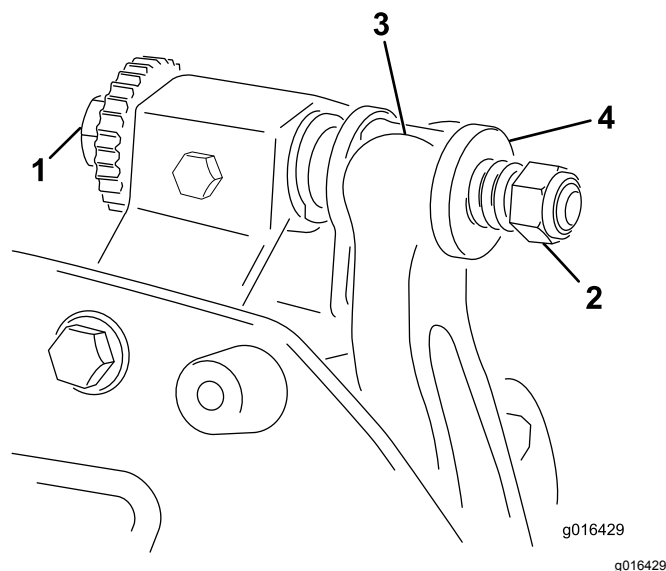

图20
1. 逆时针旋转底刀架调节螺丝将底刀后撤离开滚刀 图20。
2. 退出弹簧加压螺母直到垫圈不再对底刀架 图20 施压。
1. 安装底刀架将安装吊耳固定在垫圈与底刀架调节螺丝之间 图20。